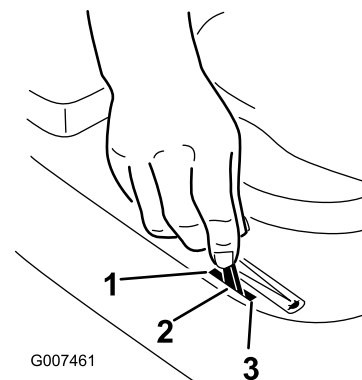

Bild 11
5. Stellen Sie den Gasbedienungshebel auf Choke (Bild 11).
7. Schieben Sie den Gasbedienungshebel, sobald der Motor angesprungen ist, langsam auf Schnell (Bild 11). Sollte der Motor stoppen oder stottern, schieben Sie den Gasbedienungshebel wieder für ein paar Sekunden auf die Choke-Stellung, schieben Sie den Gasbedienungshebel dann auf Schnell. Wiederholen Sie diesen Vorgang nach Bedarf.
1. Stellen Sie den Gasbedienungshebel auf Langsam“ (Bild 11).